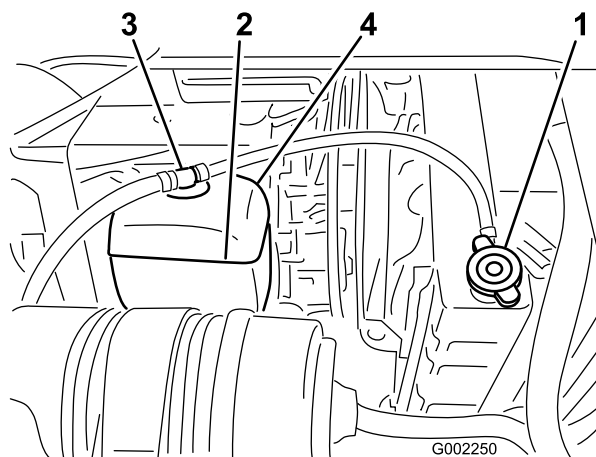

図 52
2. エンジンが十分に冷えているのを確認してラジエターのキャップを開ける（図 52）。